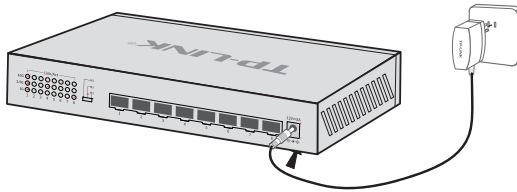

图3-3 电源连接示意图
2. 使用交换机原装电源适配器连接交换机与电源插座，如图3-3所示。